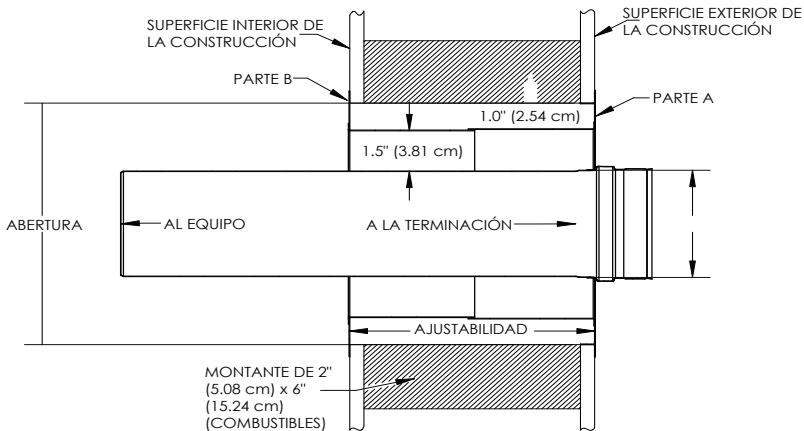

Figura 4 Instalación del guardacabo de pared
2. Corte la abertura para el guardacabo de pared, para permitir que las lengüetas espaciadoras que sobresalen de la placa exterior se asienten cómodamente dentro de la abertura. (**Consulte la Figura 4**, el diagrama instalación del guardacabo de pared). La abertura para el guardacabo de pared individual debe ser 5" (12.7 cm) más grande que el diámetro de ventilación y, para un guardacabo de pared W2, la abertura debe ser 6" (15.24 cm) más grande que el diámetro de la ventilación. (**Consulte la Tabla 3**)